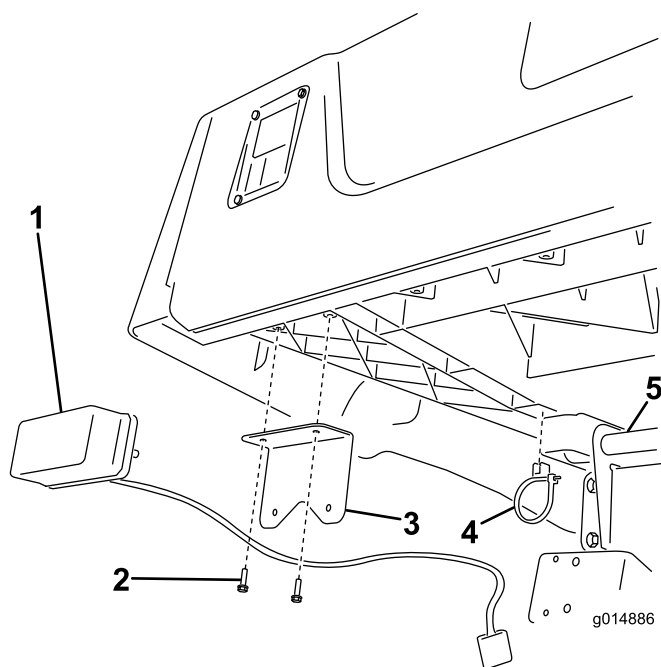

Figura 14
1. Montate ciascuna staffa della luce sul pianale utilizzando 2 viti (n. 10-3/4 poll.) (Figura 14).
2. Montate i fanali posteriori sulle staffe con le luci color ambra orientate all'esterno della macchina (Figura 14).
3. Spingete la clip della fascetta per cavi nelle scanalature su ciascun lato della scatola come illustrato nella (Figura 14).
4. Fate passare i cavi dalle luci attraverso la fascetta dei cavi sulla clip e sopra il tubo orientabile del pianale (Figura 14).